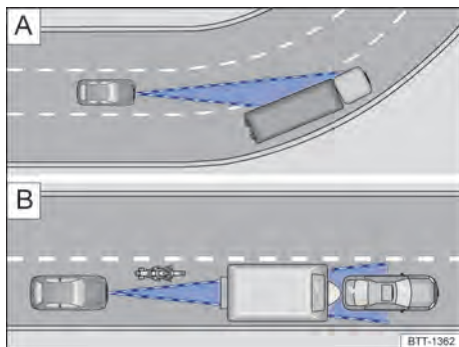

Fig. 105 [A] Condução em curva. [B] Veículos fora da área de alcance do sensor do radar
O sensor do radar sempre realiza as medições em sentido reto. Por isso, veículos em curvas fechadas podem ser acidentalmente detectados ou veículos a frente podem não ser detectados → Fig. 105 [A].
- Veículos que conduzem fora da área do sensor em pequena distância do próprio veículo, por exemplo, motocicletas → Fig. 105 [B].